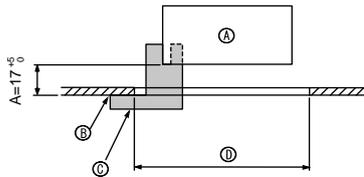
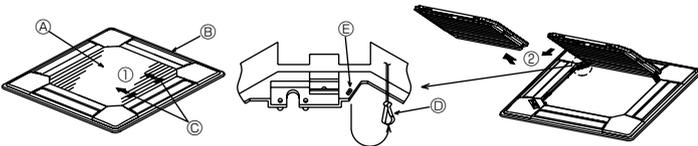
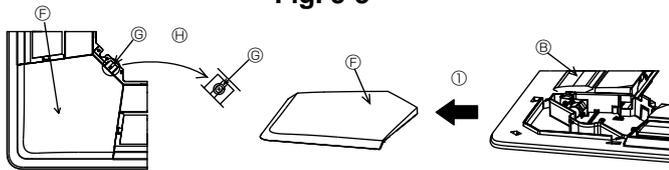

Fig. 5-2
Fig. 5-3
Fig. 5-4
①	Gitter	1	950 x 950 (mm)
②	Schraube mit unverlierbarer Unterlegscheibe	4	M5 x 0,8 x 25
③	Lehre	1	(In vier Teile unterteilt)
④	Befestigungsteil	3
⑤	Schraube	4	4 x 8
⑥	Schraube	1	4 x 12
⑦	Eckplatte für den i-see sensor	1	für PLP-6BAE
5.2. Vorbereitung zum Anbringen des Gitters (Fig. 5-2)
- Mit der mit diesem Bausatz gelieferten Lehre ③ die Position der Anlage im Verhältnis zur Zimmerdecke überprüfen. Wenn die Anlage im Verhältnis zur Zimmerdecke nicht vorschriftsmäßig in Position gebracht wurde, kann dies zu Luftdurchlässigkeit oder zur Bildung von Kondenswasser führen.
- Ⓒ Lehre ③ (befindet sich in der Anlage)
5.2.1. Das Ansauggitter abnehmen (Fig. 5-3)
- Zum Öffnen des Ansauggitters die Hebel in die Richtung, die durch Pfeil ① gekennzeichnet ist, schieben.
- Das Scharnier des Ansauggitters bei geöffnetem Ansauggitter (Position "offen") vom Gitter wie durch Pfeil ② gekennzeichnet, abnehmen.
5.2.2. Die Eckplatte abnehmen (Fig. 5-4)
- Die Schraube von der Ecke der Eckplatte abnehmen. Die Eckplatte wie durch Pfeil ① gekennzeichnet schieben, um so die Eckplatte abzunehmen.
[Fig. 5-3, 5-4]